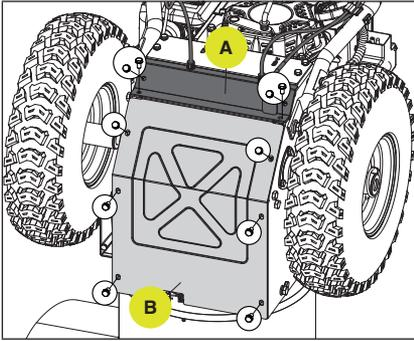

Figure 73
3. Retirez les couvercles du châssis de la base (A et B) du dessous de la souffleuse à neige en enlevant les dix boulons M6 x 12. (Fig. 73)